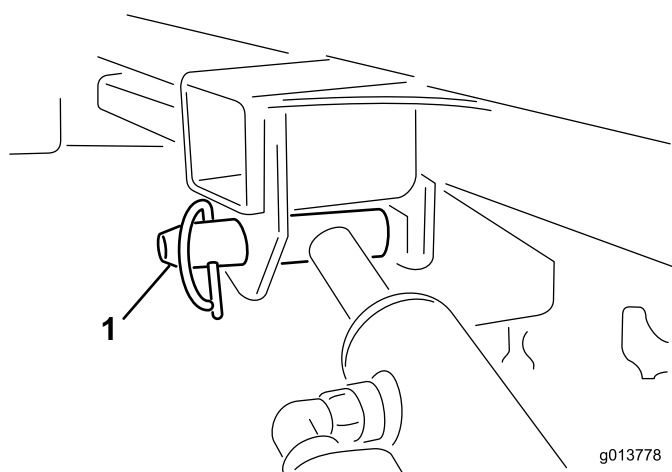

図 3
11. 片手で昇降シリンダを支える。もう片手で、昇降シリンダのロックング・ピンを外す（図 3）。